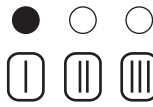

Figura 8.5
- Per settare la funzione spazzacamino le spie di segnalazione 1 in Figura 3.1 devono essere visualizzate come in Figura 8.5 (legenda spie a pag. 1).